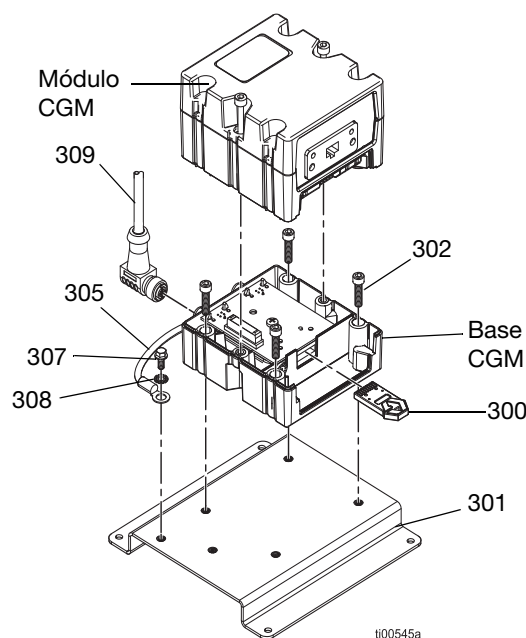

FIG. 111: Montagem do CGM
2. Instale a anilha (303) e o parafuso de ligação à terra (304) através da outra extremidade do fio de ligação à terra (305). Fixe o parafuso de massa (304) à placa de montagem (301). Consulte a FIG. 111.